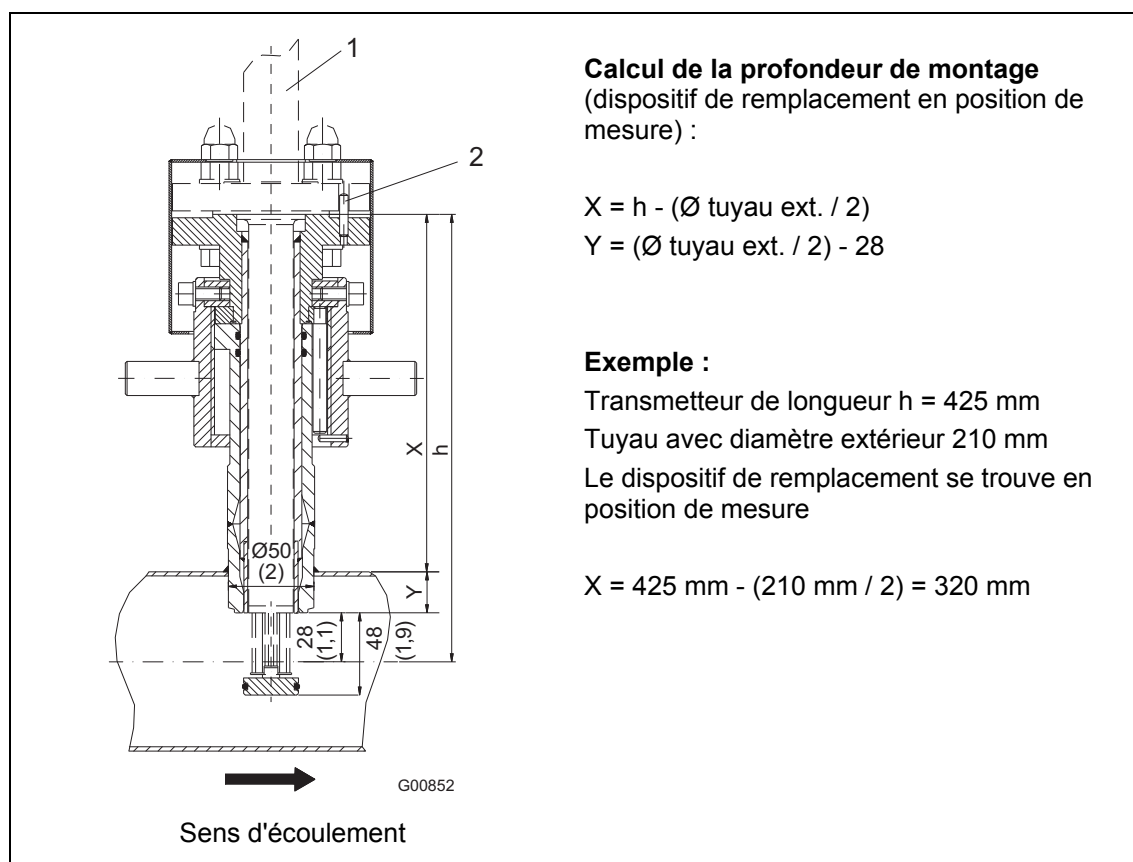

Fig. 9: Dimensions en mm (inch). de remplacement intégré en position de mesure
- Le goujon de centrage de l'adaptateur doit être aligné sur l'axe du tuyau dans le sens d'écoulement (côté sortie, après le point de mesure), voir Fig. 9.